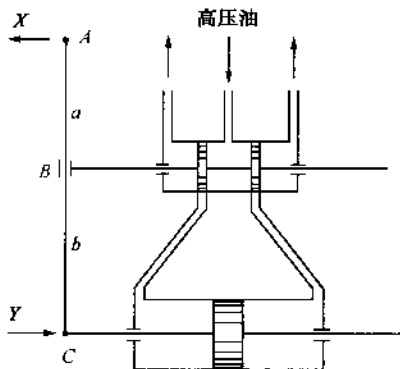

图 1-1 简单液压系统
**【例 1】** 图 1-1 为一种简单液压系统工作原理图。其中， $X$  为输入位移， $Y$  为输出位移，试画出该系统的职能方块图。